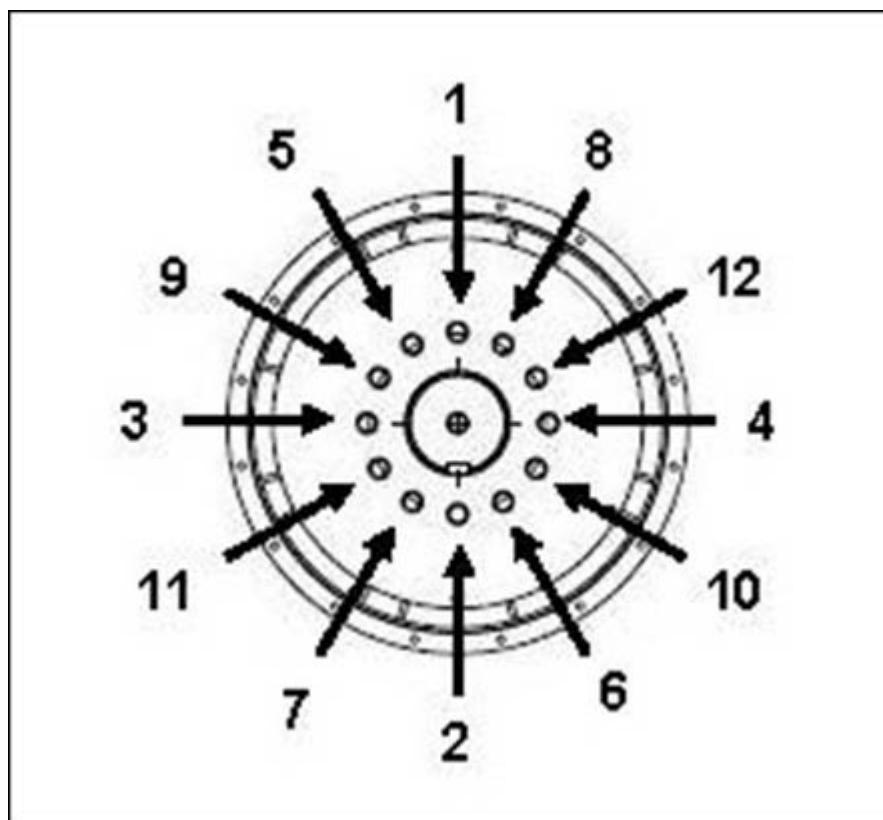

РИС. 18. ПОСЛЕДОВАТЕЛЬНОСТЬ КРЕПЛЕНИЯ К СТУПИЦЕ
4. При необходимости затяните болты дисков муфты, соблюдая последовательность, указанную в Рис. 18 на стр. 42.